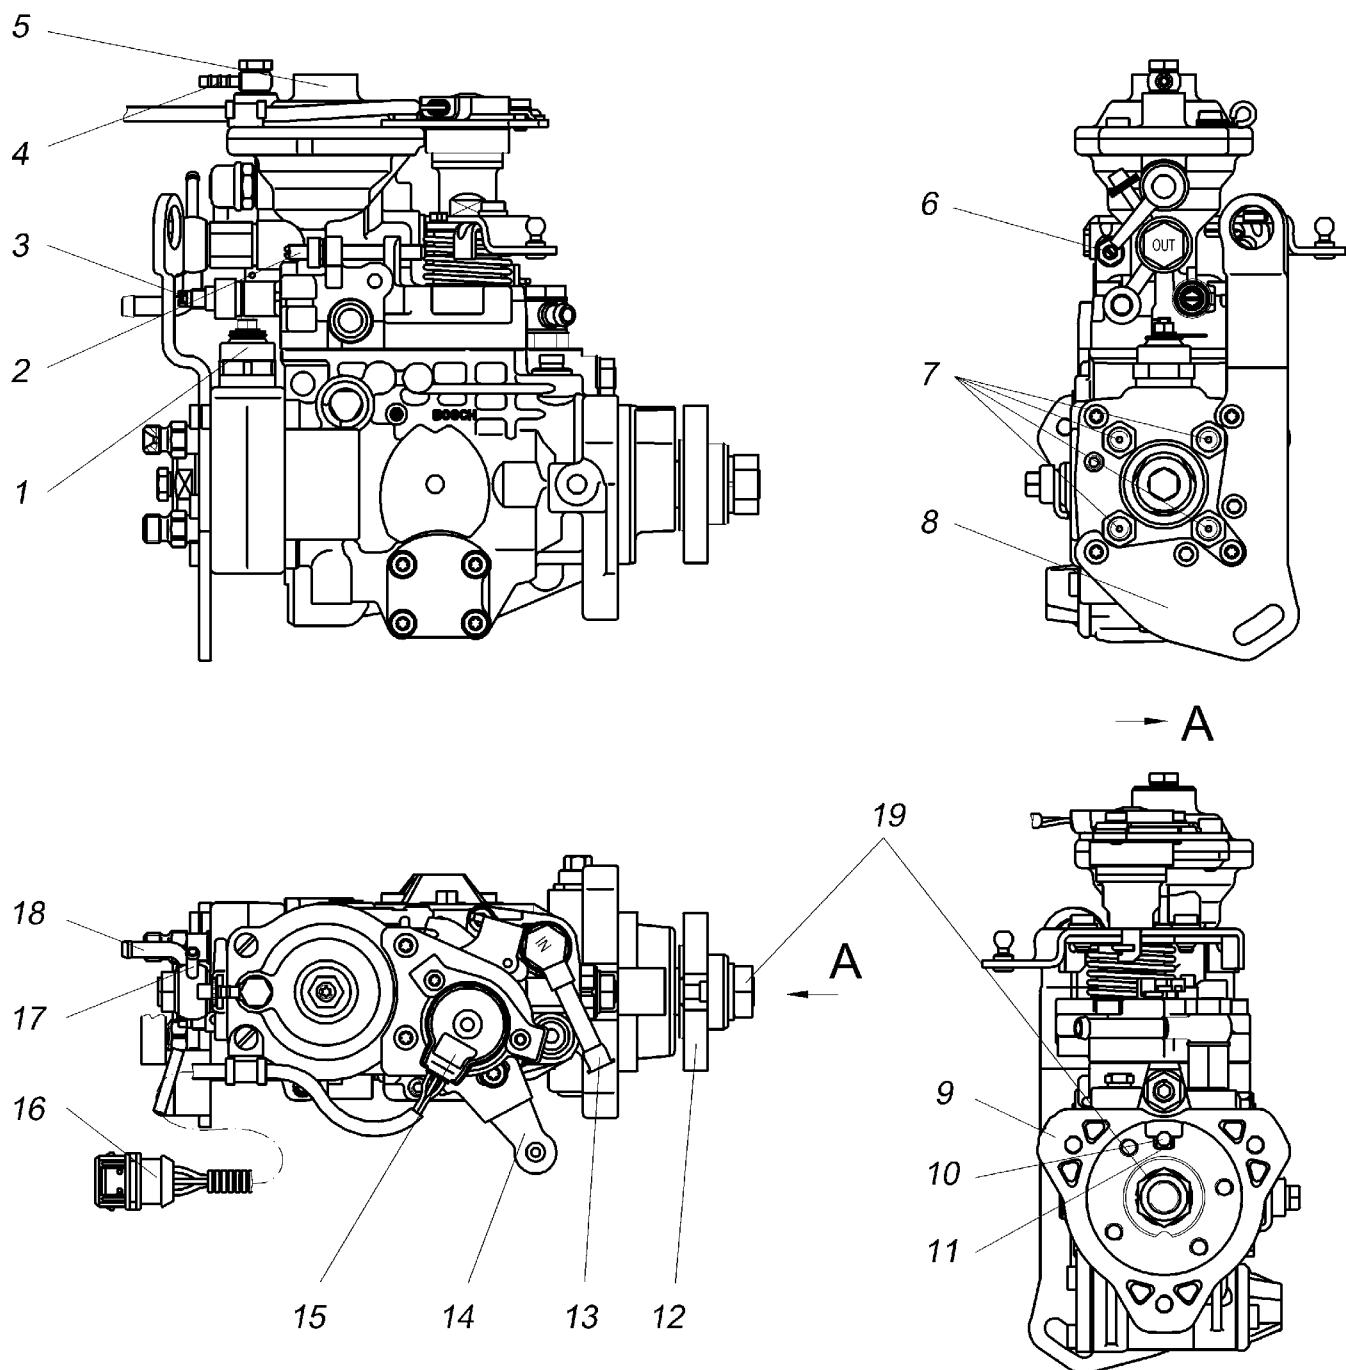

Рисунок 28 – Топливный насос высокого давления BOSCH типа VE:
**Топливный насос высокого давления (ТНВД)** (Рисунок 28) распределительного типа со встроенным топливоподкачивающим насосом, корректором по наддуву и электромагнитным клапаном останова топливоподачи. ТНВД оснащен двухрежимным механическим регулятором частоты вращения коленчатого вала.
**Не допускается снятие шкива ТНВД вместе со ступицей путем отворачивания гайки 19 (Рисунок 28), крепящей ступицу, так как ступица устанавливается на валу ТНВД на конусной посадке без шпоночного или щлицевого соединения. Сборка без специальных приспособлений не обеспечит правильность установки ТНВД относительно ВМТ 1-го цилиндра (правильность установки ступицы проверяется на специальном оборудовании при сборке или обслуживании ТНВД), что приведет к ухудшению работы и возможной поломке двигателя.**